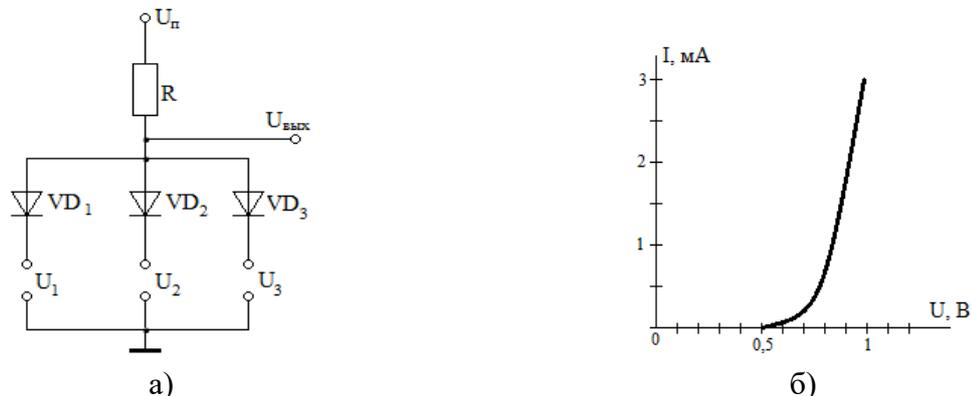

Рисунок 2
- 2) по входным характеристикам (рис. 2, а) найти: постоянную составляющую тока коллектора I_{k0} , постоянную составляющую напряжения коллектор-эмиттер $U_{кэ0}$, амплитуду переменной составляющей тока коллектора I_{mk} , амплитуду выходного напряжения $U_{mR}=U_{mkэ}$, коэффициент усиления по току K_I , выходную мощность $P_{вых}$, мощность, рассеиваемую на нагрузке постоянной составляющей тока коллектора P_{R0} , полную потребляемую мощность коллекторной цепи P_0 , КПД
- 3) с помощью выходных характеристик (рис. 2, б) определить: напряжение смещения $U_{бэ0}$, амплитуду выходного сигнала $U_{тбэ}$, входную мощность $P_{вх}$, коэффициенты усиления по напряжению K_U и по мощности K_P , входное сопротивление каскада $R_{вх}$, сопротивление резистора $R_{б}$ и емкость разделительного конденсатора C_P . Диапазон усиливаемых колебаний $80 \text{ Гц} - 5 \text{ кГц}$.